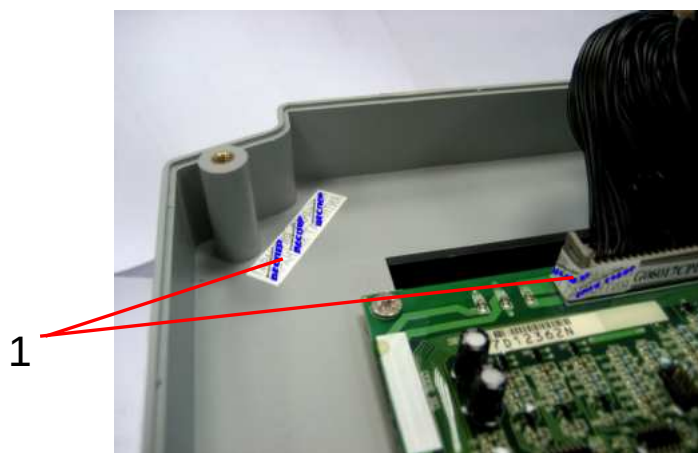

Рис. 8.3. Положение ремонтных гарантийных наклеек.
- 8.16. Наклеить ремонтные гарантийные наклейки 1 в соответствии с рис. 8.3.